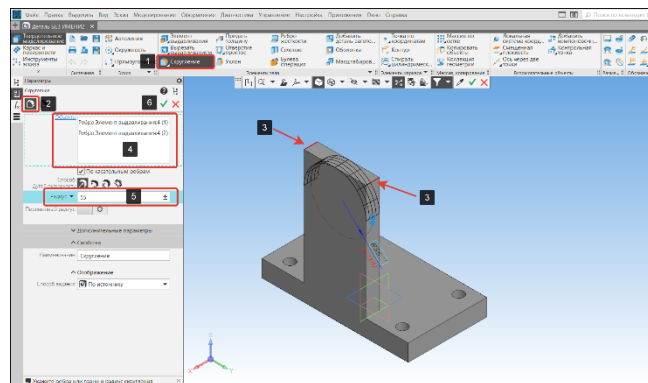
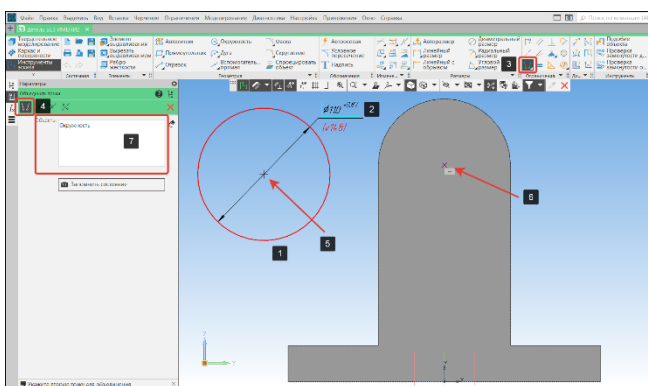

Рисунок 64 – Команда скругление
Рисунок 65 – Команда объединить точки
- Для построения Скругления используем команду Скругление (1) подоперация скругление (2) на панели элементы тела (Рисунок 64);
- Укажем ребра (2) трехмерной модели, которые необходимо скруглить, объекты скругления отобразятся в окне Объекты (4) (Рисунок 64);
- Зададим числовое значение скругления: 55 мм. (5). На трехмерной модели появится фантом скругления, если все верно нажмем кнопку Создать объект (6) (Рисунок 64); Для построения шайбы с внешней стороны вилки подсветим плоскость для построения эскиза и вызовем команду создать эскиз;
- Создадим окружность (1) и проставим размер согласно чертежу (110 мм.) (2);
- В панели ограничения выберем команду Объединить точки (3) подоперация объединить точки (4) (Рисунок 65);
- Укажем точки объектов, совпадение которых необходимо установить: центр окружности (5) и центр окружности (6) трехмерной модели. Все объекты отображаются в окне объекты (7) (Рисунок 65);